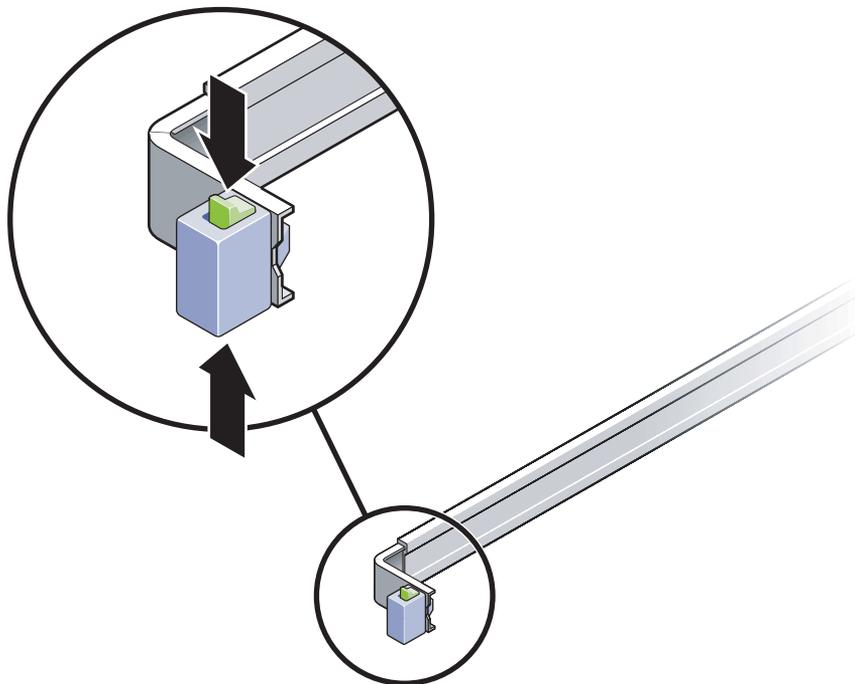

図 2-11 スライドレール部品のロックの解除
- a. スライドレールロックの上下のロックボタンを同時に押して保持します (図 2-11)。